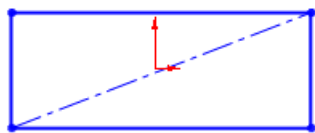
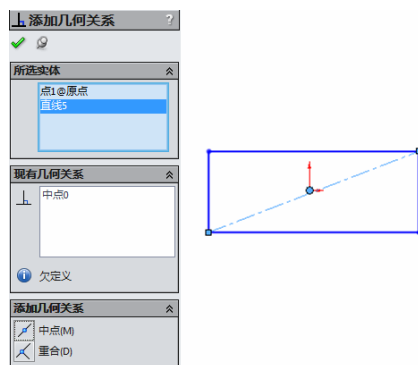
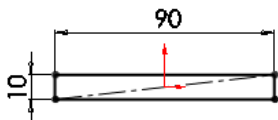

图 10-146 绘制草图
图 10-147 添加“中点”约束
图 10-148 标注智能尺寸
① 建立新文件。单击“标准”工具栏中的“新建”按钮, 或执行“文件”→“新建”菜单命令, 在弹出的“新建 SolidWorks 文件”对话框中选择“零件”按钮, 然后单击“确定”按钮, 创建一个新的零件文件。
② 绘制草图。在左侧的“FeatureMannger 设计树”中选择“前视基准面”作为绘图基准面, 单击“草图”工具栏中的“边角矩形”按钮, 绘制一个矩形, 单击“草图”工具栏中的“中心线”按钮, 绘制矩形的一条对角线, 如图 10-146 所示。单击“尺寸/几何关系”工具栏中的“添加几何关系”按钮, 添加矩形对角线与原点的“中点”约束, 如图 10-147 所示。标注矩形的智能尺寸, 如图 10-148 所示。